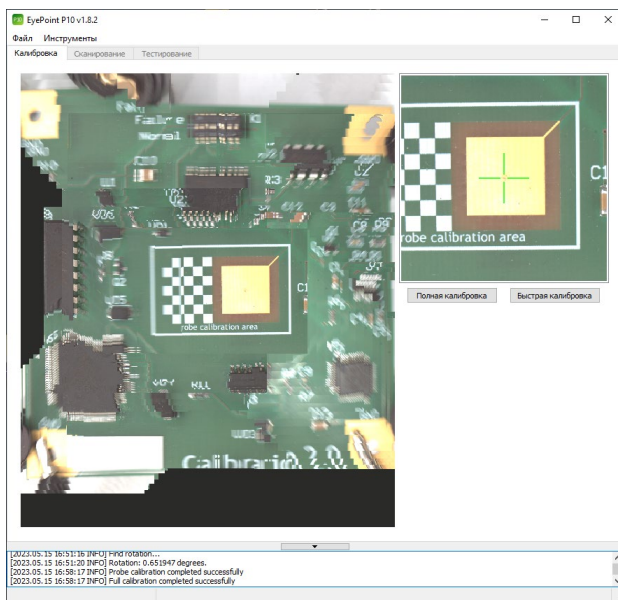

Рисунок 13. Внешний вид окна ПО EyePoint P10 при проведении полной калибровки.
3. Контролируя выбор в окне изображения камеры, «укажите» на центр металлического квадрата в рабочей области (Рисунок 13).